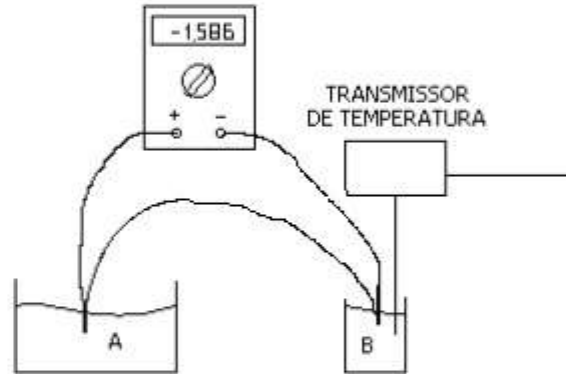

Figura 1
Considere o sistema de dois tanques (A e B) representados na figura 1, e cuja diferença de temperatura é medida por um termopar completo do tipo K (tome como sensibilidade média o valor de $40 \mu\text{V}/^\circ\text{C}$) e um multímetro (escala 20 mV). A temperatura do tanque B pode ser medida utilizando um transmissor de temperatura cuja característica é (entrada: -10°C a $+150^\circ\text{C}$; saída: 4 mA a 20 mA).
- Determine a temperatura do tanque A, sabendo que a corrente de saída do transmissor é 12 mA e o valor lido no multímetro é o indicado na figura 1.